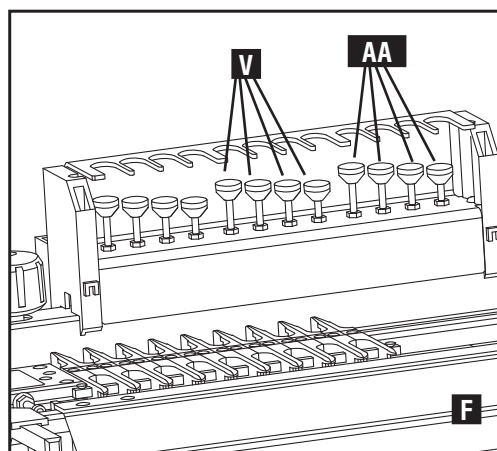
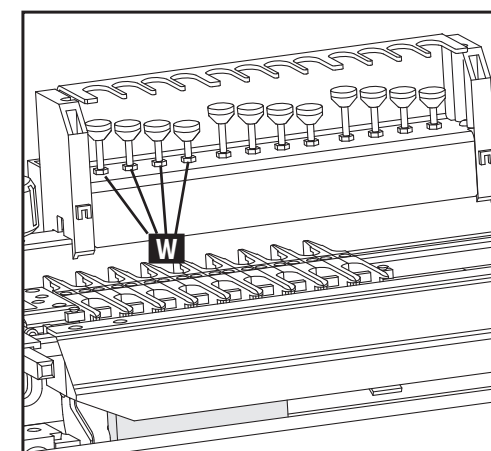

Fig. F13
Fig. F14
11. Remplacez la barre stabilisatrice (F), Fig. F13.
- Pour le système OMNIJIG® de 60,9 cm [24 po] avec le gabarit réglable standard à queues d'aronde, utiliser alors l'un des quatre guides de profondeur situés en (V) fig. F13
- Les guides de profondeur (AA) de toupillage réglés par l'utilisateur ou guides (V) de profondeur pour assemblages à queues d'aronde demi-cachées exigeront un réglage manuel selon les directives dans l'annexe pour le gabarit accessoire (77248) de 60,9 cm [24 po] à queues d'aronde demi-cachées/à queues d'aronde coniques sur chant.
- Pour le système OMNIJIG® de 40,6 cm [16 po] avec le gabarit standard à queues d'aronde demi-cachées/queues d'aronde coniques sur chant, il faut alors régler la profondeur de la fraise avec l'un des quatre guides de profondeur situés en (W) fig. F14.